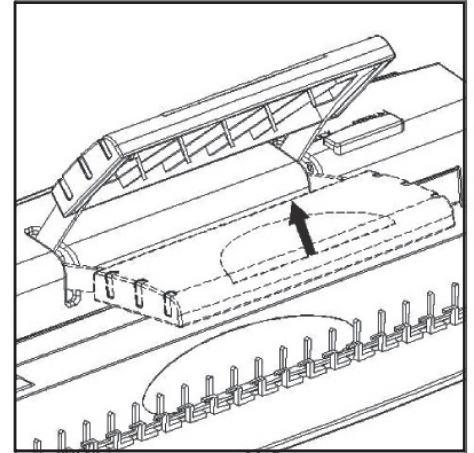

fig. 3
- Laissez revenir la manette de perforation en position « haute » (cf. figure 3).